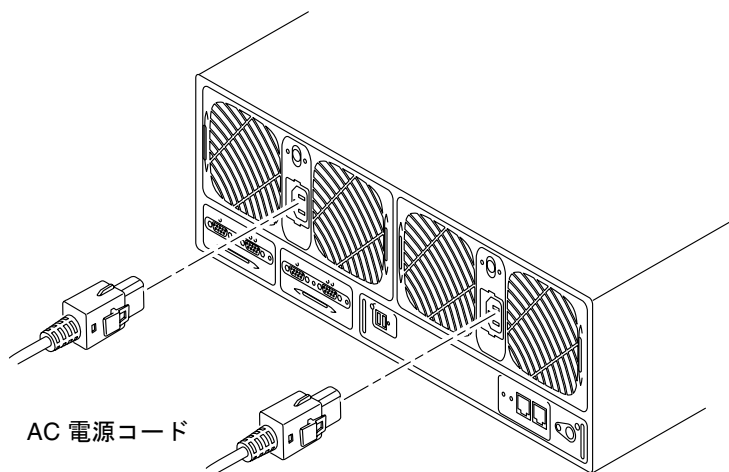

図 6-4 電源コードの接続
7. マスター装置背面の 2 台の電源・冷却装置に 2 本の電源コードを接続します (図 6-4)。